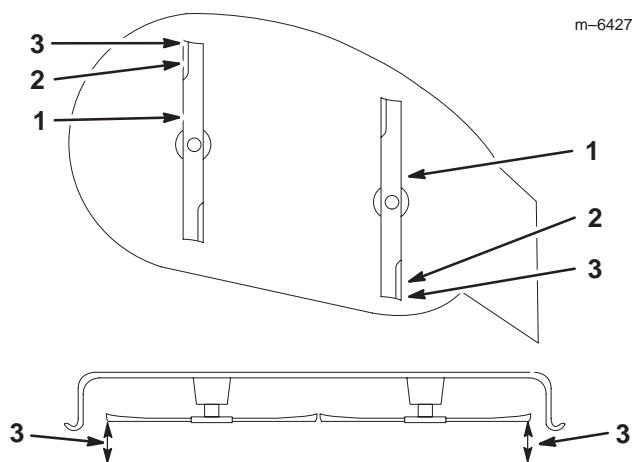

Figure 43
- Réglez la hauteur de coupe à la position **D** (76 mm) et tournez les lames avec précaution dans le sens longitudinal (Fig. 43).
- Mesurez la distance entre la pointe de la lame avant et la pointe de la lame arrière par rapport à la surface plane (Fig. 43). Si la pointe avant de la lame n'est pas de 1,6 à 7,9 mm plus basse que la pointe arrière, réglez les contre-écrous avant.